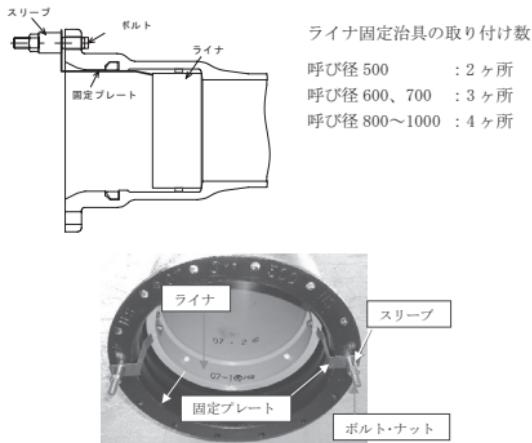

図 39 ライナ固定治具
- ⑤ 受口が下を向く方向に傾けると、ライナが受口から落下する危険があるため、ロックリングのセット後にライナ固定治具（固定プレート、スリーブ、ボルト）を用いてライナを固定する（図 39 参照）。